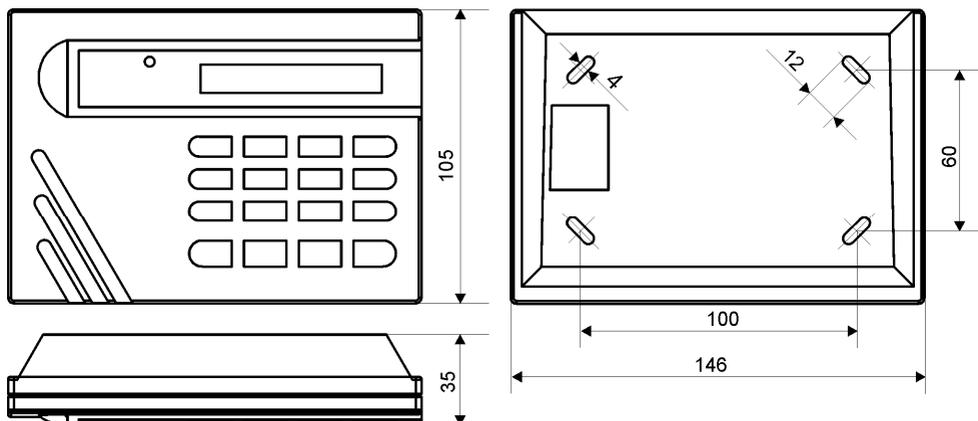

Рисунок 1. Габаритные и установочные размеры клавиатуры
2.1 На рис.1 представлены габаритные и установочные размеры клавиатуры.